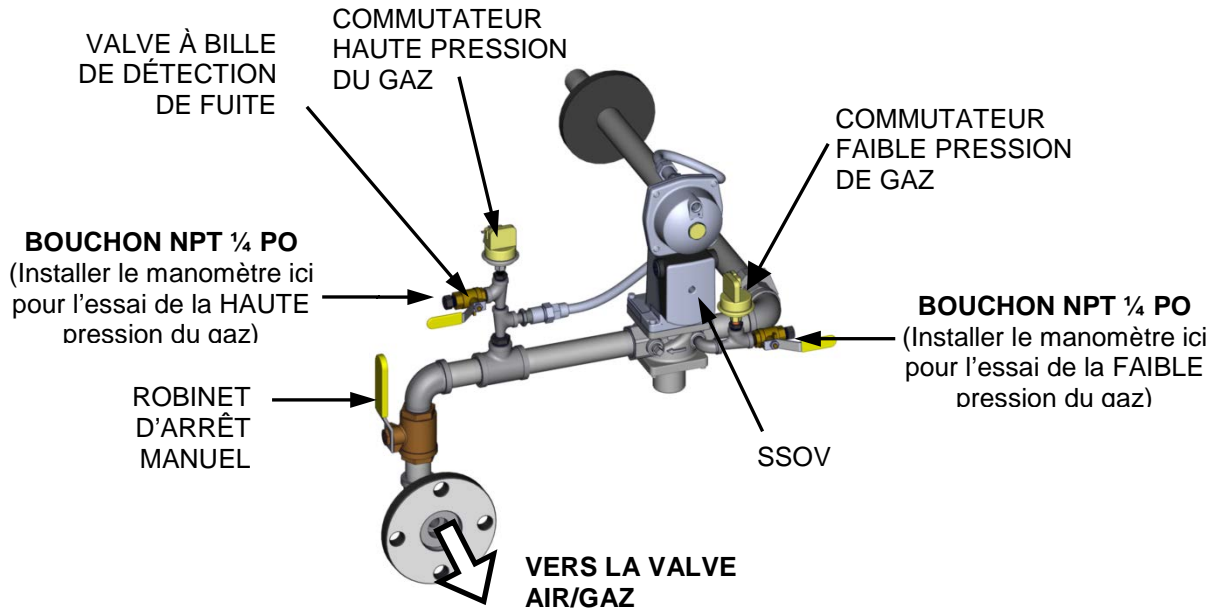

Figure 5-1. Essais de la faible et de la haute pression du gaz (circuit de gaz INN1060)
Référez à la figure 5-1 et s'assurer que la valve à bille de la détection de fuite située sur le commutateur de la haute pression du gaz est fermée.
1. Retirer le bouchon de 1/8 po de la valve à bille au commutateur de la faible pression de gaz illustrée à la partie inférieure de la figure 5-1.
Pour simuler une panne de la haute pression du gaz, référer à la figure 5-1 et procéder comme suit :
1. Retirer le bouchon de 1/8 po de la valve à bille de détection des fuites illustrée à la figure 5-1.